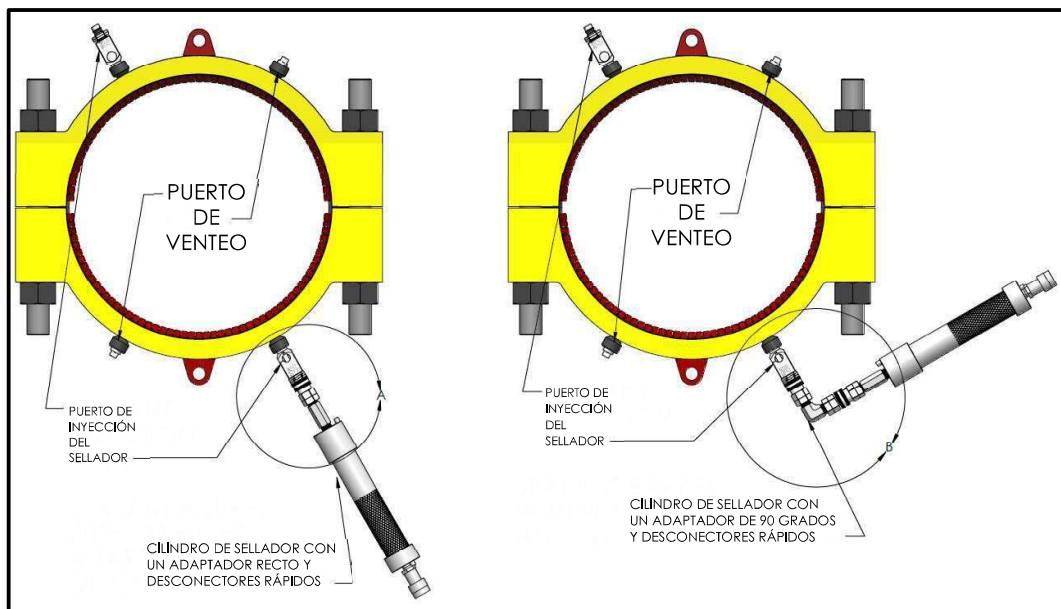

Figura 5
4. Conecte un cilindro de sellador al puerto de inyección del sellador cerrado en el fondo o al puerto de inyección más alejado de la fuga activa. Si los espacios disponibles son un problema, use un adaptador de 90 grados o el adaptador de manguera flexible. (Figura 5) Comience a inyectar el sellador en el puerto de inyección del sellador cerrado. Una vez que la presión comience a acumularse en la bomba (mín. 500 psi), abra el puerto de inyección del sellador para inyectar el sellador.
Figura 5 explotada